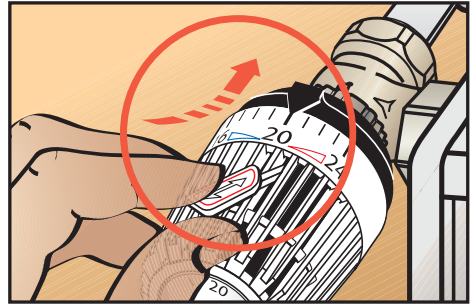

Abb. 6: Sparclip einsetzen
- Den **roten Sparclip** in die Nut **rechts neben 20** einsetzen (Abb. 6).